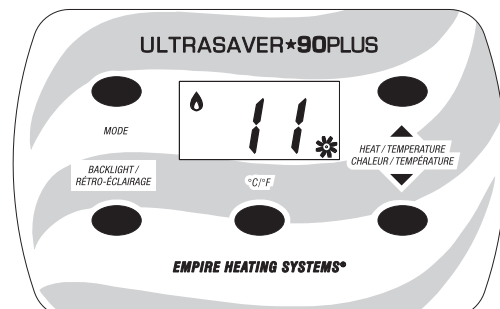

Figure 16 - Niveau de chaleur 1 et 2, Vitesse de soufflante 1
- La soufflante s'activera au bout de 45 à 70 secondes selon le niveau de chaleur. La soufflante réglera sa vitesse automatiquement en fonction du niveau de chaleur. La vitesse de la soufflante sera indiquée sur le panneau d'affichage avant. **Voir Figures 16 à 19.**
La soufflante est commandée par une minuterie intégrée. La soufflante s'activera au bout d'environ 45 à 70 secondes selon le niveau de chaleur. La soufflante réglera sa vitesse automatiquement en fonction du niveau de chaleur. L'icône de soufflante et la vitesse sont affichées sur le panneau d'affichage. **Voir Figures 16 à 19.**